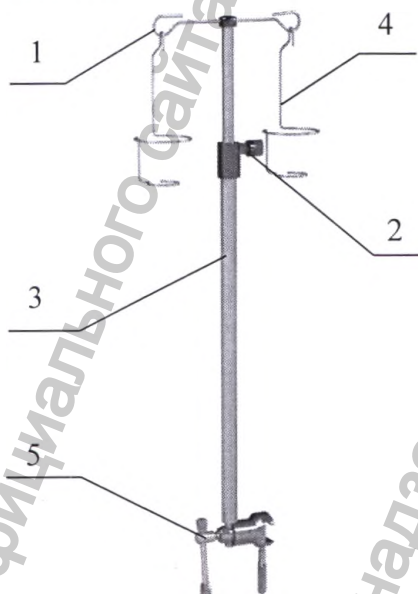

Рисунок 1. Штатив для вливаний.
1. Штатив для вливаний (инфузионная стойка) (Рисунок 1). Изготовлен из нержавеющей стали, регулируется по высоте, снабжен двумя крючками 1 и двумя держателями стандартных флаконов 4. Оснащен встроенным крепежным зажимом 5 для крепления на направляющих рейках кресла.
Регулирование высоты штатива производится вручную при помощи фиксатора 2 (Рисунок 1). Отрегулируйте высоту штатива, после чего зажмите фиксатор в отрегулированном положении.